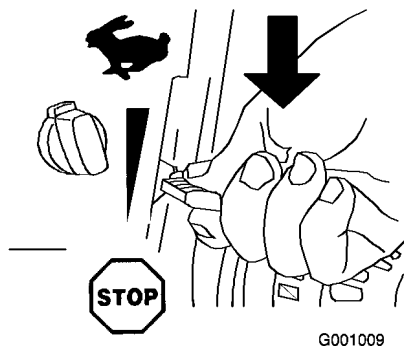

Figura 31
1. Portate l'acceleratore in posizione Stop (Figura 31).